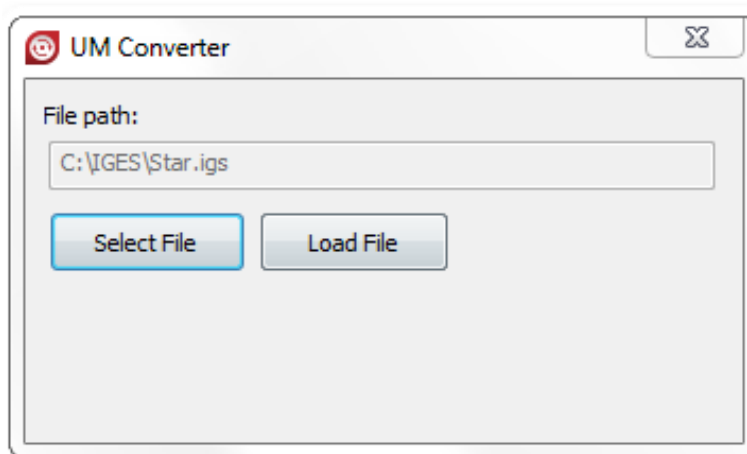

Рис. 9.2 Окно открытия файла для загрузки
1) Необходимо выбрать файл для конвертации, для этого в диалоговом окне первого шага следует нажать кнопку **Select File**, см. рис. 9.2.
3) После закрытия диалогового окна выбора файла, путь к файлу отобразится в поле **File Path**. Если выбран нужный файл, то для начала конвертирования необходимо нажать кнопку **Load File**, см. рис. 9.2.